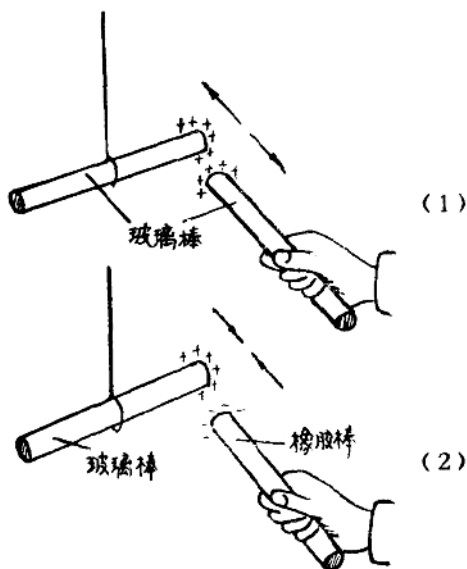

图 1-3 带电体的相互作用
擦过而带电的玻璃棒接近，它们会互相排斥，如图 1-3 (1) 所示。但如果一个物体是玻璃棒带电，另一个物体是硬橡胶棒带电，那末，它们接近时就会互相吸引，如图 1-3 (2) 所示。由此可知，电荷有着“同性相斥”、“异性相吸”的特性。